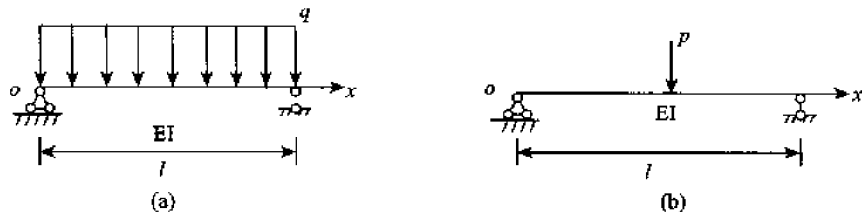

图 9-6
(1) 受均布载荷的简支梁,如图 9-6(a) 所示;
(2) 中点受集中力的简支梁,如图 9-6(b) 所示,用功的互等定理,求变形前后梁的轴线所夹图形的面积。(华中科技大学,2003 年)